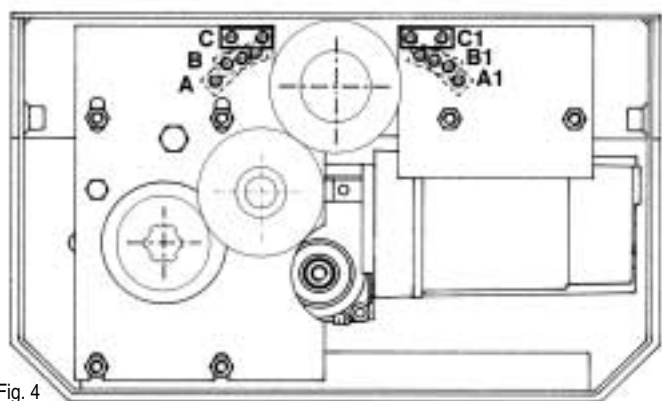

Fig. 4
**MAGIC nella versione 180° (Fig. 4)** permette l'apertura dell'anta fino a 180° se l'albero di uscita del motore è in asse coi cardini dell'anta. Se l'albero di uscita del motore è sfalsato dai cardini fino a 4,5 cm, allora permette l'apertura dell'anta fino a 150°.